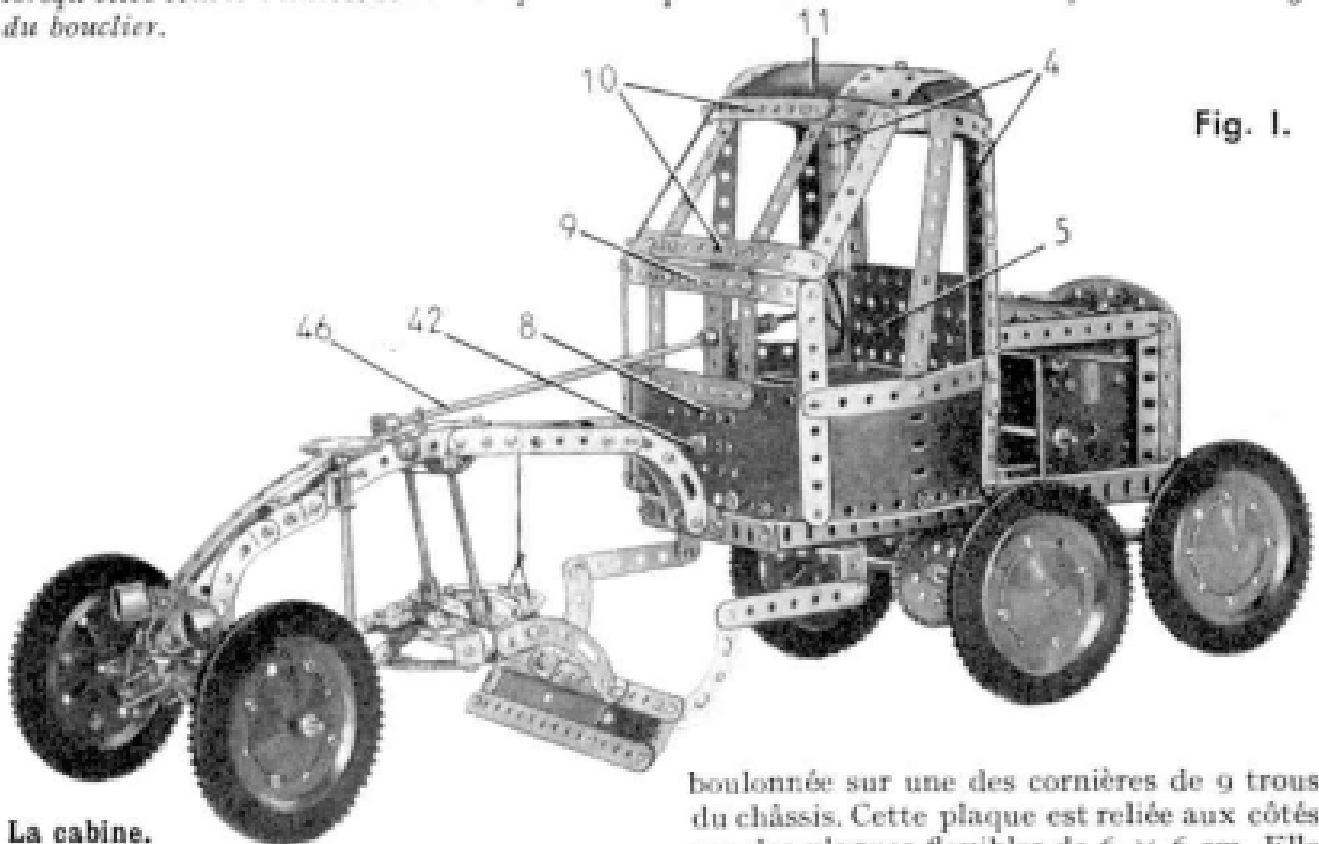

Fig. 1.
Deux cornières de 15 trous (4) sont fixées verticalement sur les cornières (1) (fig. 1). Elles forment les angles arrière de la cabine et sont réunies par une plaque sans rebords de $11,5 \times 6$ cm. (5).
L'avant de la cabine (fig. 1) est formé par une plaque sans rebords de 6×6 cm. (8),
La lame du bouclier (fig. 1 et 5) est formée d'une plaque flexible de 14×4 cm. et d'une de 6×4 cm. bordées par deux bandes de 15 trous et deux de 3 trous.
Le tube de direction est une tringle de 20 cm (46) (fig. 1) qui traverse la bande de 5 trous centrale du pare-brise et une équerre